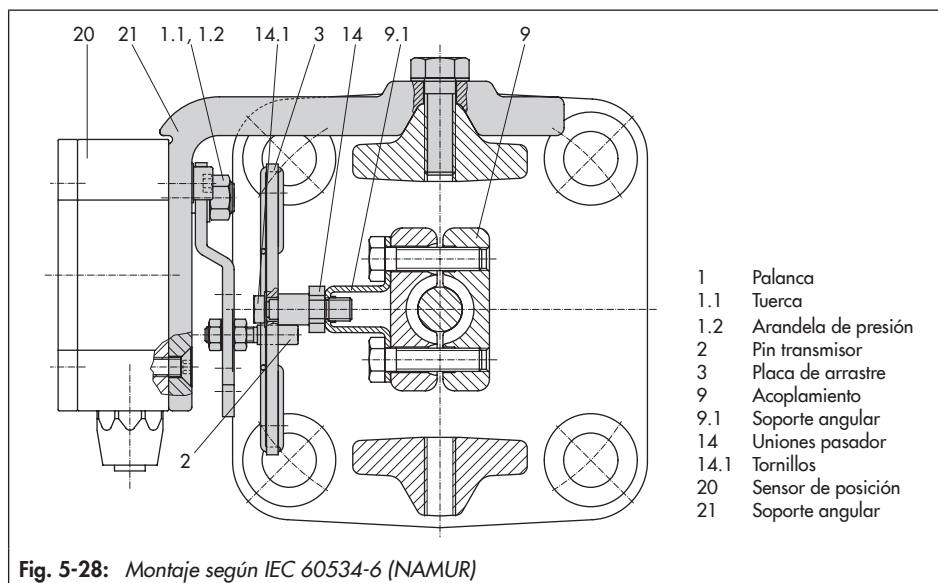

Fig. 5-28: Montaje según IEC 60534-6 (NAMUR)
- Ver Fig. 5-28.
1. Situar la palanca (1) del sensor a su **posición media** y **fixarla**. Soltar la tuerca (1.1) y separar la palanca con la arandela de presión (1.2) del eje del sensor.
2. Atornillar el sensor de posición (20) en el soporte angular (21).